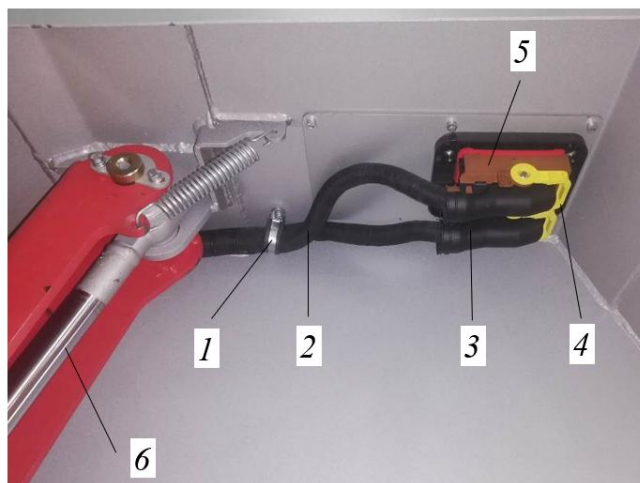

Рисунок 3. Место расположения электропроводки
- ▶ Снять (разъединить хомут) 1, рис. 3, удерживающий кабель 2.
Колодка 5 подключения электрического разъема размещена рядом с гидроцилиндром подъема кабины 6, см. рис. 3.